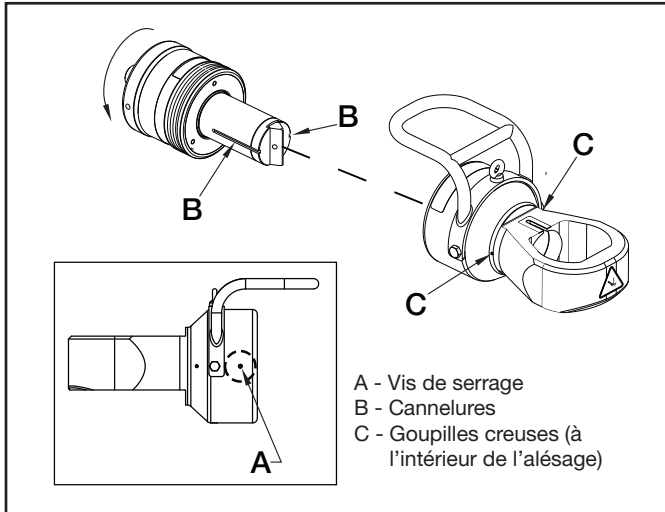

Figure 3, Montage du cylindre et de la tête de coupe
2. Desserrer la vis de serrage en plastique (Figure 3, article A) située sur le baril de tête de coupe.
3. Insérer le cylindre dans la tête, en alignant les entailles axiales dans le porte-lame (Figure 3, article B), les goupilles creuses
(Figure 3, article C) dans l'alésage de tête de coupe. Une fois qu'il est aligné, tourner le cylindre dans le sens indiqué pour engager les filets de la vis.
3. Si elle est serrée, desserrer la vis de serrage en plastique située sur le baril de tête de coupe. Voir Figure 3, article A.
3. Si elle est serrée, desserrer la vis de serrage en plastique située sur le baril de la tête de coupe. Voir Figure 3, article A.